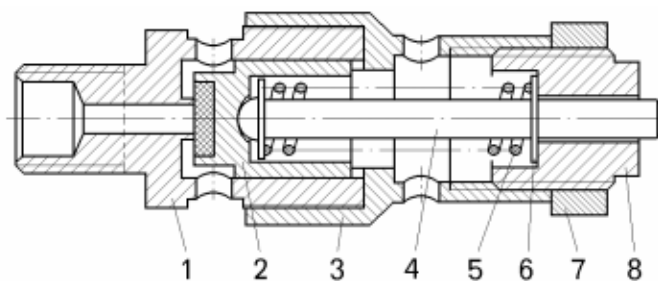

Рисунок 13.2 – Предохранительный клапан:
- отвернуть и снять гайку 7 (рисунок 13.2);